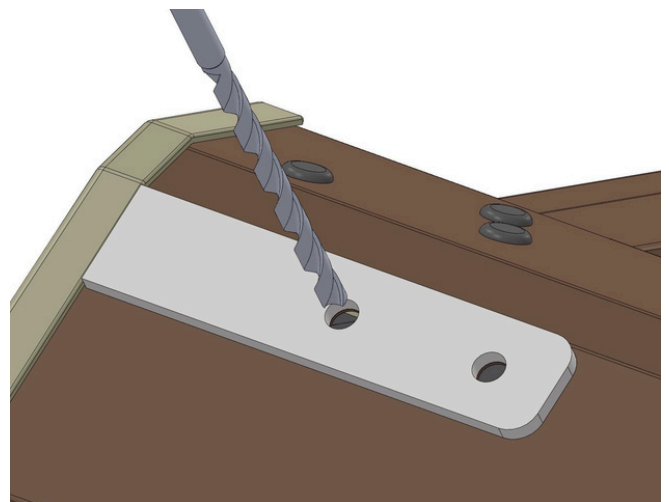

Abb. 3
- 2) Passen Sie die Schablone **[h]** an den Rand des oberen (Quer-)Blechs der Fensterverkleidung an (Abb.2). Bohren Sie dann 2 Löcher mit einem Bohrer Ø 6. Drehen Sie die Schablone um und wiederholen Sie den Vorgang in der gegenüberliegenden Ecke (Abb. 3)